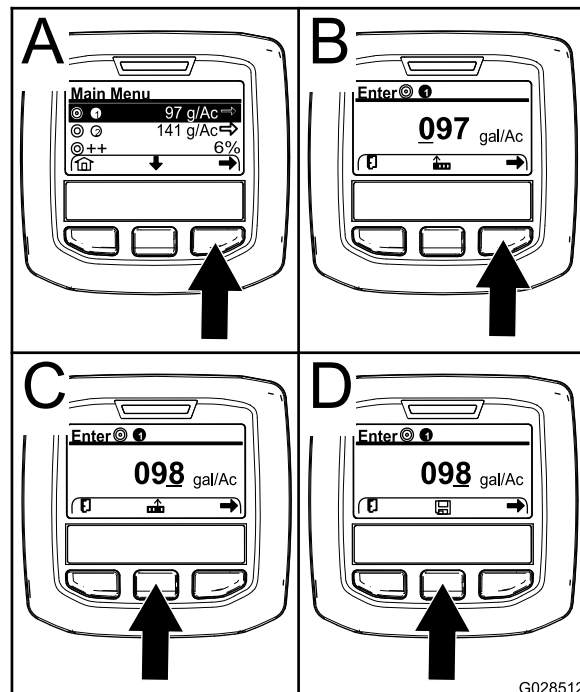

図 66
2. 必要に応じ、中央ボタンを押して散布レートその1 散布プログラム1を表示させる (図 66)。